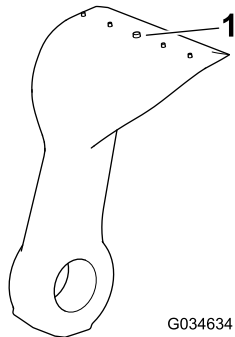

Figura 76
5. Inspeção cada lâmina para detetar desgaste excessivo utilizando a linha de desgaste (Figura 76). Quando uma lâmina estiver gasta até à linha, substitua a lâmina.